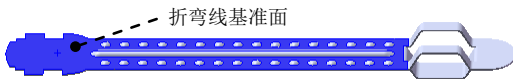

图 15.3.44 折弯线基准面
(2) 定义特征的折弯线。
① 定义折弯线基准面。选取图 15.3.44 所示的模型表面作为草图基准面。